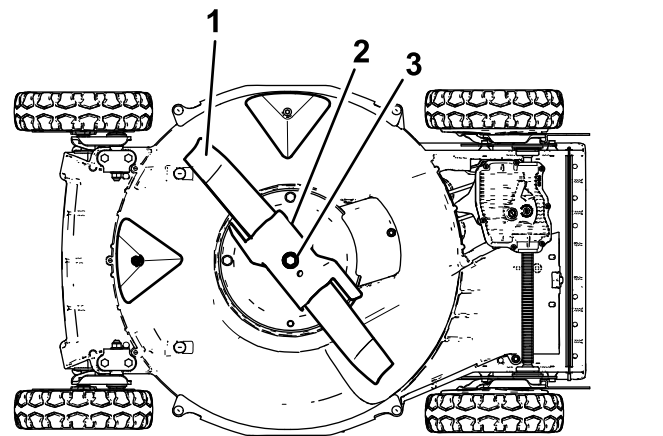

Figure 24
- Basculez la machine sur le côté **droit** (filtre à air en haut), comme montré à la Figure 24.